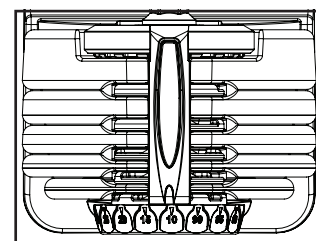

Figure 1
1. Lorsque la poignée de l'haltère est installée dans la base de celui-ci, tournez les deux boutons d'ajustement vers le numéro le plus bas (Figure 1). Vous saurez que vous avez entièrement et correctement sélectionné le chiffre lorsque vous sentirez le bouton de réglage s'engager dans une encoche (connue sous le nom d'emplacement de verrouillage). Vous entendrez aussi un bruit léger, mais audible d'un déclic qui correspond aux emplacements de verrouillage pour chaque numéro.